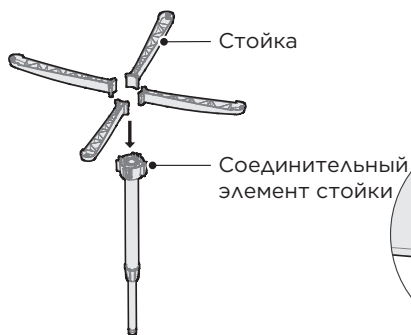

Рис.2
- 2** Установите 4 ножки в соединительный элемент. Убедитесь, что они установлены правильно (рис. 2, 3)